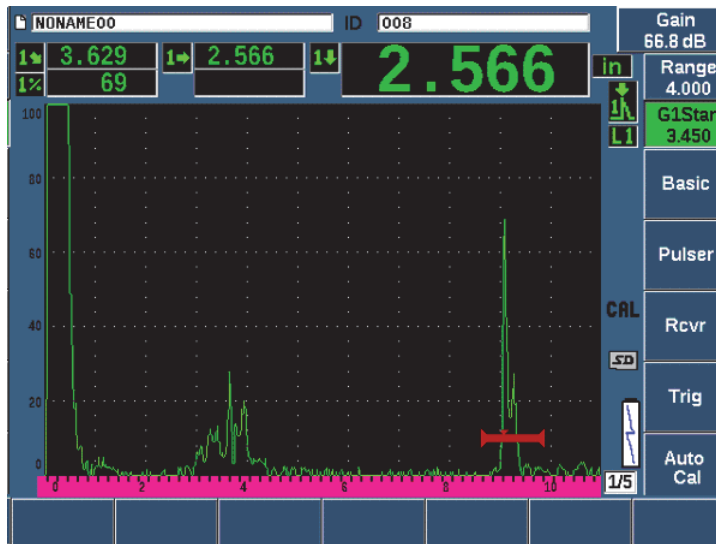

Figure 9-28 Signal placé dans la porte pour l'étalonnage de la vitesse
- Entrez l'épaisseur connue de l'indication dans la porte (2,5 mm ou 0,500 po dans cet exemple), et puis sélectionnez **Continue** (Continuer) pour passer à la deuxième étape d'étalonnage (voir la Figure 9-28 à la page 196).